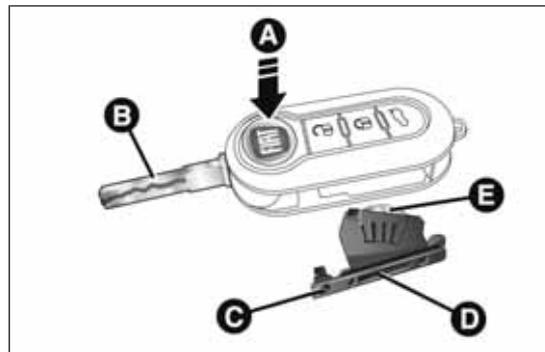

fig. 15
- pulsar el botón A fig. 15 y llevar la pieza metálica B en posición de apertura;